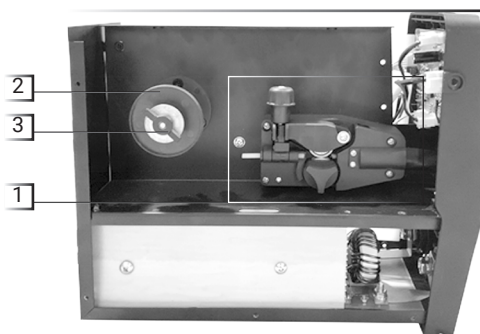
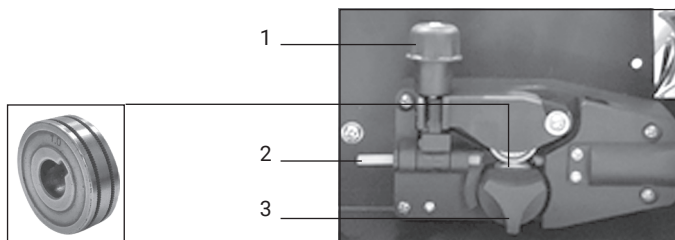

рис.2
рис.5
Сварочный инвертор выполнен в металлическом корпусе с вентиляционными отверстиями и снабжен вентилятором охлаждения для отведения излишнего тепла. На боковой панели расположен механизм подачи сварочной проволоки (рис.2 поз.1), шкив (рис.2 поз.2) и фиксатор шкива (рис.2 поз.3), скрытый под внешней крышкой (рис.2 поз.4) отсека подающего механизма.
10. Установите катушку с сварочной проволокой на шкив (рис.2 поз.2) так, чтобы при подаче проволоки катушка вращалась против часовой стрелки, для этого необходимо открутить фиксатор шкива (рис.2 поз.1), установить катушку и зафиксировать ее в обратной последовательности, после чего пропустите сварочную проволоку в механизм подачи (рис. 5):
- открутите фиксатор изменения усилия зажатия (рис.5 поз.1) и откройте прижимной механизм подачи проволоки, отведя его вверх;
- проверьте, чтобы размер канавки ролика на прижимном механизме соответствовал диаметру используемой сварочной проволоки, при необходимости поменяйте положение ролика, открутив фиксатор ролика (рис. 5 поз.3) против часовой стрелки;
- пропустите проволоку внутри направляющей трубки (рис.5 поз.2) и дальше в механизм подачи;
ка поворотом фиксатора (рис.5 поз.1);